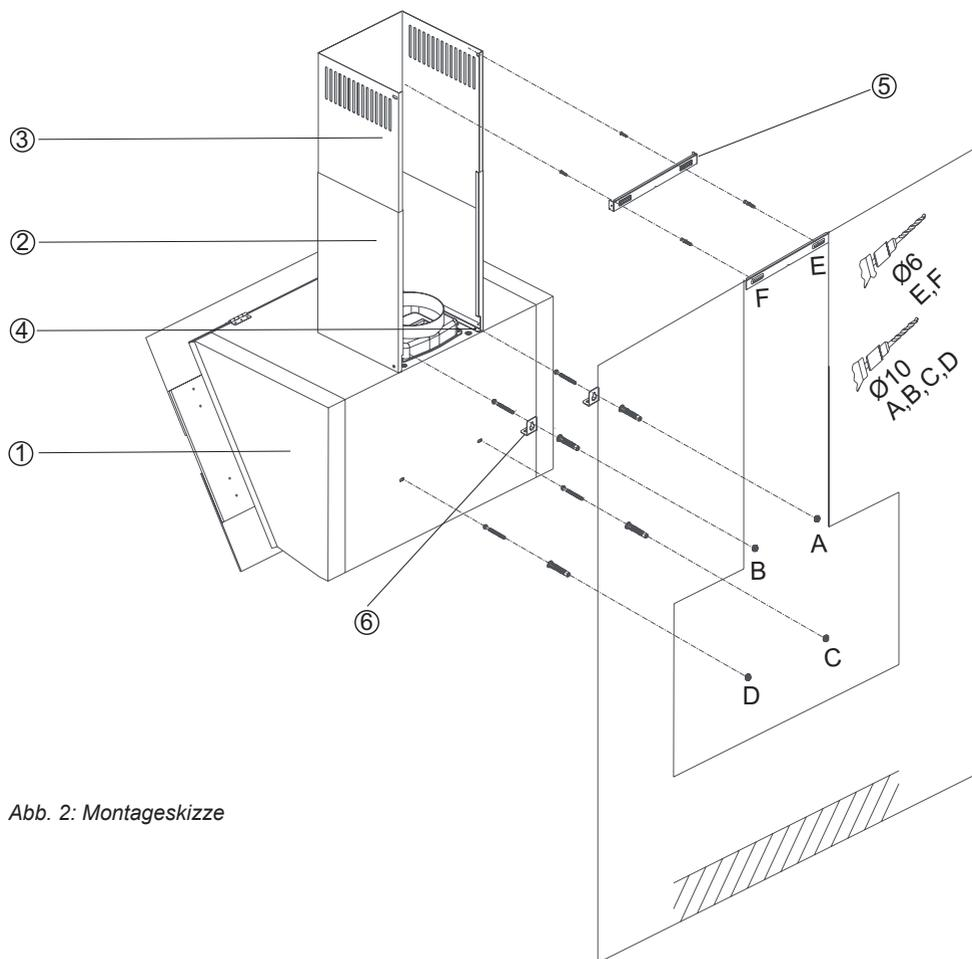

Abb. 2: Montageskizze
Der Elektroanschluss erfolgt an eine Steckdose die hinter dem Grund- oder Teleskopschacht (⇒ Abb. 2) anzubauen ist.
- Löcher der Befestigungspunkte A, B, C und D bohren, Dübel einsetzen und die Schrauben an den Punkten A+B zu  $\frac{3}{4}$  eindrehen (⇨ Abb. 2) Die Montagewinkel oben hinten am Haubenkörper mit den 2 Schrauben M5 befestigen (⇨ Abb. 2 ).
Grund- und Teleskopschacht (⇔ Abb. 2 S.14) werden nun montiert.